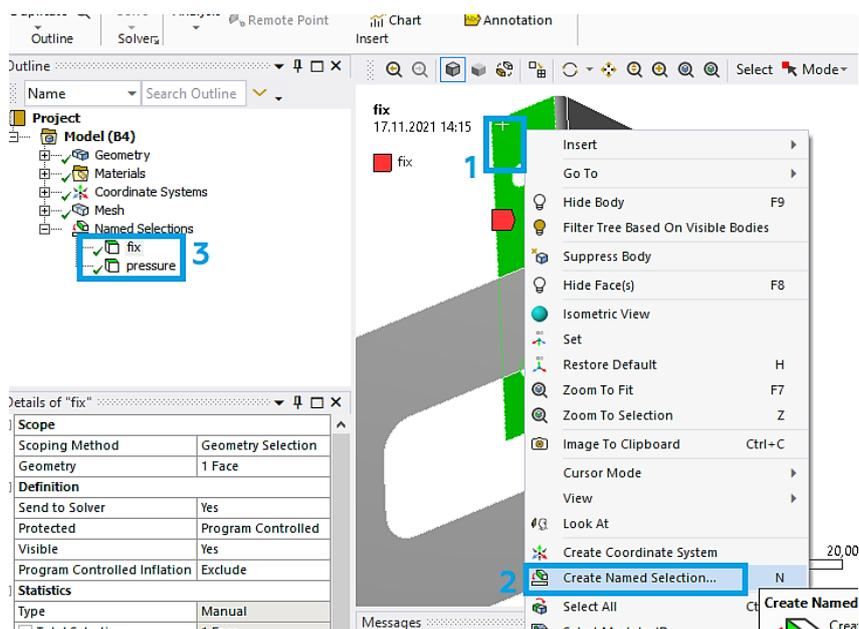

Рис. 19. Присвоение имен для поверхностей
12.5. Присваиваем имена поверхностям, к которым будут прикладываться силы. Выделяем каждую область ЛКМ, после чего нажимаем на неё ПКМ (1) и выбираем *Create Named Selection...* (2) (рис. 19). В итоге две поверхности будут иметь персональное название (3).